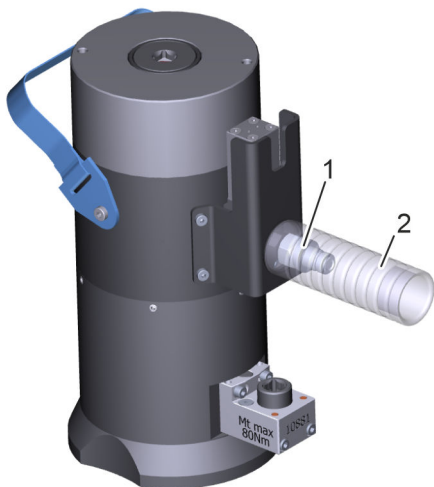

Fig. 20: svitamento della maniglia di sostegno
4. ➤ Per accedere all'attacco per flessibile idraulico (Fig. 20/1),
svitare la maniglia di sostegno (Fig. 20/2).
- 13.** ▶ Avvitare la maniglia di sostegno (Fig. 20/2).